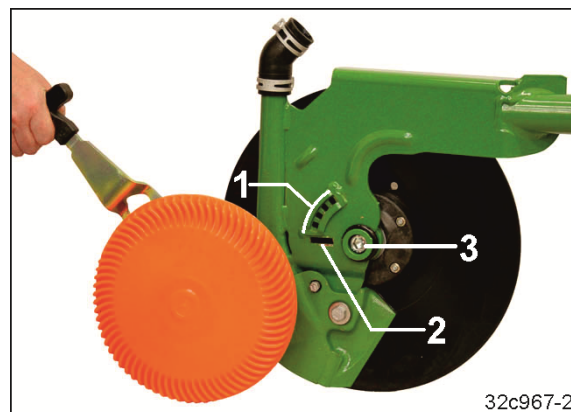

Рис. 152
1. Переместите рычаг через фиксатор (Рис. 152/1) в прорезь (Рис. 152/2).
2. Передвиньте диск сошника в прорези (Рис. 152/2) так, чтобы диск освободился от блокировки (Рис. 152/3).